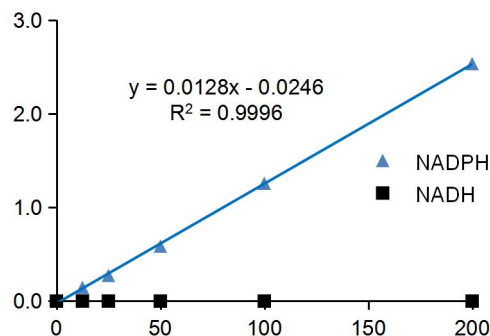

图 1. NADPH 的标准曲线
2. 以 NADPH 的浓度为横坐标，吸光度为纵坐标，绘制出标准曲线。NADPH 标准品的检测效果请参考图 1。如果孵育时间过长，高浓度标准品的显色会达到平台，此时宜选择未达到平台的标准品来绘制标准曲线，或者选择孵育时间较短的标准品吸光度数据来绘制标准曲线。